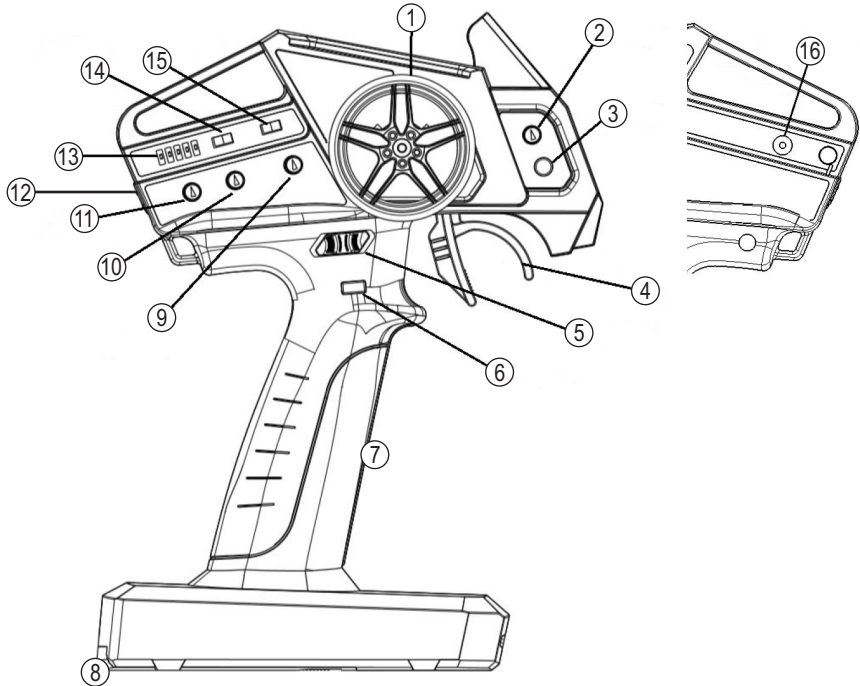

Figure 1
- Déplacez le commutateur marche/arrêt (voir figure 1, pos. 12) vers le haut.
- Les LED (figure 1, pos. 13) indiquent l'état de la pile/de l'accumulateur, moins il y a de LED allumées, plus la pile/l'accumulateur est faible :
L'émetteur dispose sur le côté d'une prise de charge (figure 1, pos. 16) qui permet de charger les accumulateurs insérés (dimensions/polarité/courant de charge, voir chapitre « Caractéristiques techniques »).
- Bouton rotatif « ST-TRIM » (figure 1, pos. 9) : Régler la position centrale/neutre du servo de direction (ou la marche en ligne droite du véhicule), voir chapitre 11.6
- Bouton rotatif « GYRO LV / ST-D/R » (figure 1, pos. 11) : Uniquement si le gyroscope du récepteur est **désactivé** : Limitation du débattement maximal du servo de direction, voir chapitre 11.7
- Commutateur d'inversion « ST » (figure 1, pos. 14) : Inversion du sens pour la fonction de direction, voir chapitre 11.8
Le levier d'accélération (figure 1, pos. 4) permet de commander le régulateur de vitesse raccordé au canal récepteur 2. Si vous tirez le levier d'accélération vers la poignée, le véhicule doit avancer (la vitesse dépend de la position du levier). Si vous éloignez le levier d'accélération de la poignée, le véhicule doit rouler en marche arrière (si la marche arrière est activée dans le régulateur de vitesse).
- Bouton rotatif « TH-TRIM » (figure 1, pos. 2) : Régler la position centrale/neutre de l'entraînement (moteur d'entraînement arrêté), voir chapitre 11.9
- Bouton rotatif « TH-D/R » (figure 1, pos. 10) : Limitation de la vitesse maximale, voir chapitre 11.10
- Commutateur d'inversion « TH » (figure 1, pos. 15) : Inversion du sens pour la fonction de conduite, voir chapitre 11.11
Si, pendant le déplacement, le véhicule a tendance à dévier vers la gauche ou vers la droite alors que le volant se trouve en position centrale, réglez en conséquence le trim de direction sur l'émetteur à l'aide du bouton rotatif « ST-TRIM » (voir figure 1, pos. 9).
Pendant le réglage, l'une des LED (figure 1, pos. 13) indique la position du trim ; après environ 5 secondes sans mouvement du bouton rotatif, l'affichage LED revient à l'état de la pile/l'accumulateur.
Le bouton rotatif « GYRO LV / ST-D/R » (figure 1, pos. 11) a deux fonctions différentes, selon que le gyroscope du récepteur est activé ou désactivé.
Le bouton rotatif « GYRO LV / ST-D/R » (figure 1, pos. 11) permet de modifier la sensibilité du gyroscope. Vous trouverez une description détaillée au chapitre 12.
Le bouton rotatif « GYRO LV / ST-D/R » (figure 1, pos. 11) permet de limiter l'angle de braquage maximal, ce qui permet de mieux piloter le véhicule lors de déplacements rapides, car il réagit avec plus de sensibilité.
Pendant le réglage, l'une des LED (figure 1, pos. 13) indique le résultat du réglage ; après environ 5 secondes sans mouvement du bouton rotatif, l'affichage LED revient à l'état de la pile/l'accumulateur.
Le commutateur à glissière « ST » (figure 1, pos. 14) permet d'inverser le sens de déplacement du servo de direction (par ex. si vous tenez l'émetteur avec la main droite et le dirigez avec la main gauche).
Si le véhicule ne s'arrête pas lorsque vous relâchez le levier d'accélération pour la marche avant/arrière (position centrale/neutre), réglez le trim de l'émetteur pour la fonction de marche à l'aide du bouton rotatif « TH-TRIM » (figure 1, pos. 2).
Pendant le réglage, l'une des LED (figure 1, pos. 13) indique la position du trim ; après 5 secondes sans mouvement du bouton rotatif, l'affichage LED revient à l'état de la pile/l'accumulateur.
Le bouton rotatif « TH-D/R » (figure 1, pos. 10) permet de limiter la vitesse de déplacement. Cela peut être utilisé pour se familiariser avec le véhicule et ses réactions - ou pour les débutants qui ont encore peu d'expérience avec des véhicules aussi rapides.
Normalement, le véhicule doit avancer lorsque vous tirez le levier d'accélération vers la poignée sur l'émetteur. Si ce n'est pas le cas, vous pouvez inverser le sens de déplacement de la propulsion à l'aide du commutateur à glissière « TH » (figure 1, pos. 15).